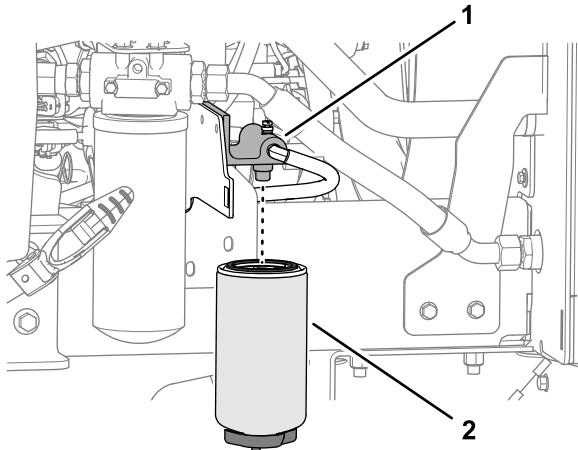

Bild 56
1. Stellen Sie einen sauberen Behälter unter die Kraftstofffilterglocke (Bild 56).
3. Reinigen Sie den Bereich um den Kraftstofffilter und den Kraftstofffilterkopf (Bild 56).
4. Entfernen Sie die Filterglocke und reinigen Sie den Filterkopf (Bild 56).